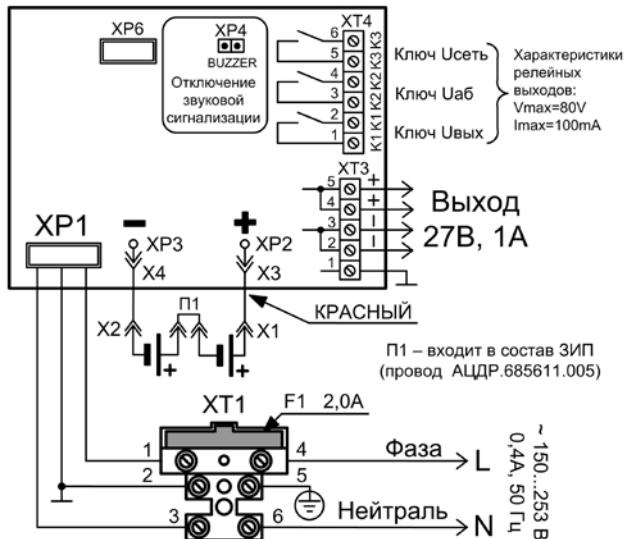

Рисунок 1 Схема подключения РИП
1.2.15 РИП обеспечивает возможность отключения звуковой сигнализации путём снятия перемычки с разъёма ХР4 (расположение разъёма показано на Рис. 1.).
**Внимание!** При подключении внешнего питающего напряжения 220 В к сетевой колодке необходимо соблюдать правильность подключения проводов «фаза» и «нейтраль». Подключение производить в соответствии с рисунком, расположенным на внутренней стороне корпуса или в соответствии с Рис. 1 данной этикетки.
в) подключить нагрузку к выходной клеммной колодке, соблюдая полярность (XT3/2,3 – «-», XT3/4,5 – «+», см. Рис. 1).
ж) При необходимости организации дистанционной сигнализации наличия сетевого напряжения, выходного напряжения и напряжения батареи подключить выходы оптореле K1, K2 и K3 к шлейфам сигнализации приборов согласно Рис. 1. Состояния цепей оптореле приведены в Таблице 1.